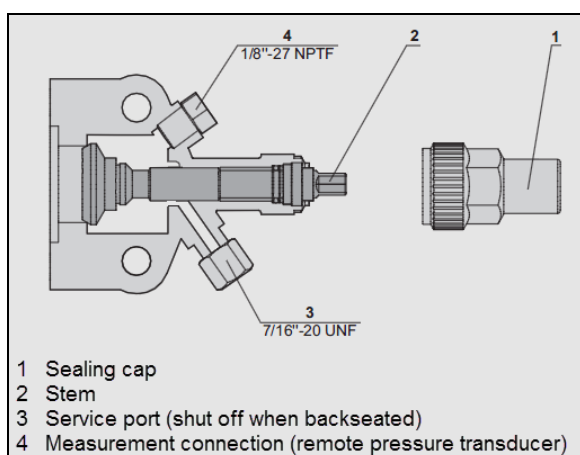

FIGURE 97 : ROBINET D'ARRÊT DU COMPRESSEUR EN POSITION SIÈGE AVANT
3. Fermer (siège avant) le robinet d'arrêt d'évacuation du réservoir récepteur en tournant la tige dans le sens horaire (Figure 63 et Figure 97).
11. Fermer (position siège avant) le robinet d'arrêt d'aspiration du compresseur (Figure 97).